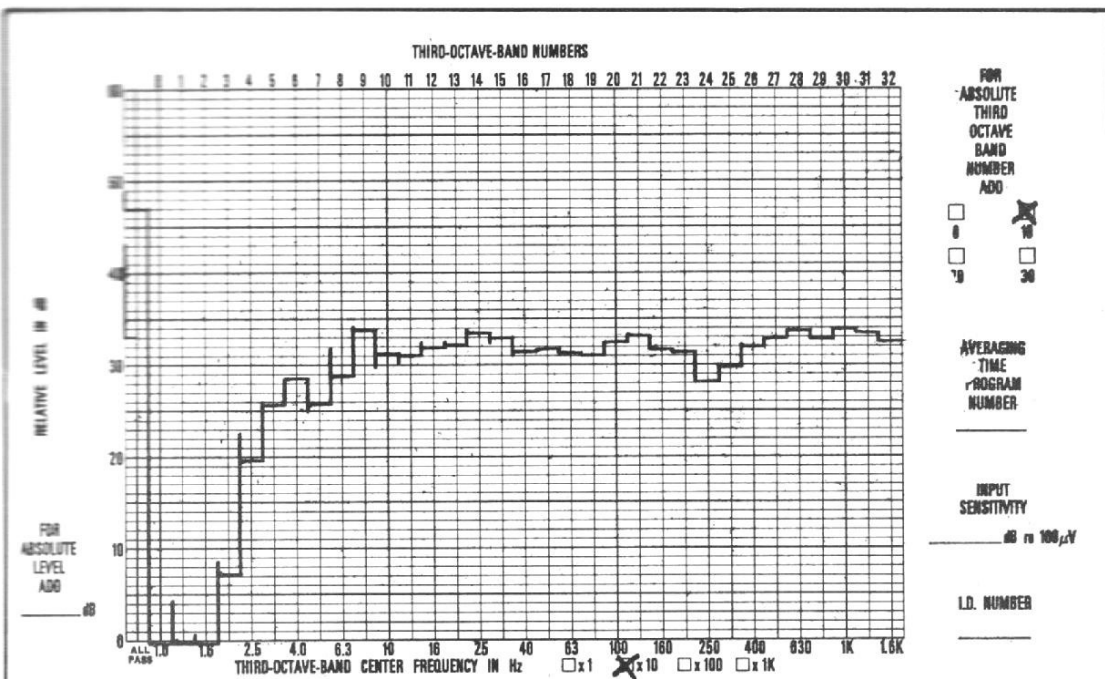

Fig. 5. - Courbe de réponse (C) de l'Andante 3A en milieu semi-réverbérant.
1) Surelevée (fig. 5), le « control room » étant mis en position adéquate.